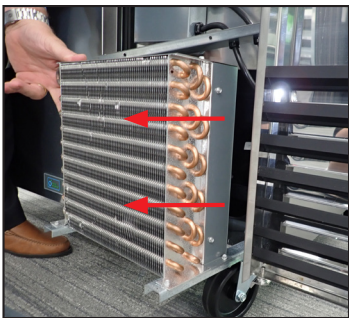

Fig. 6. Faites sortir le condenseur en le glissant avec précaution.
6. Faire glisser avec précaution le condenseur vers l'extérieur (les tubes de raccordement sont souples). Voir Fig. 6.